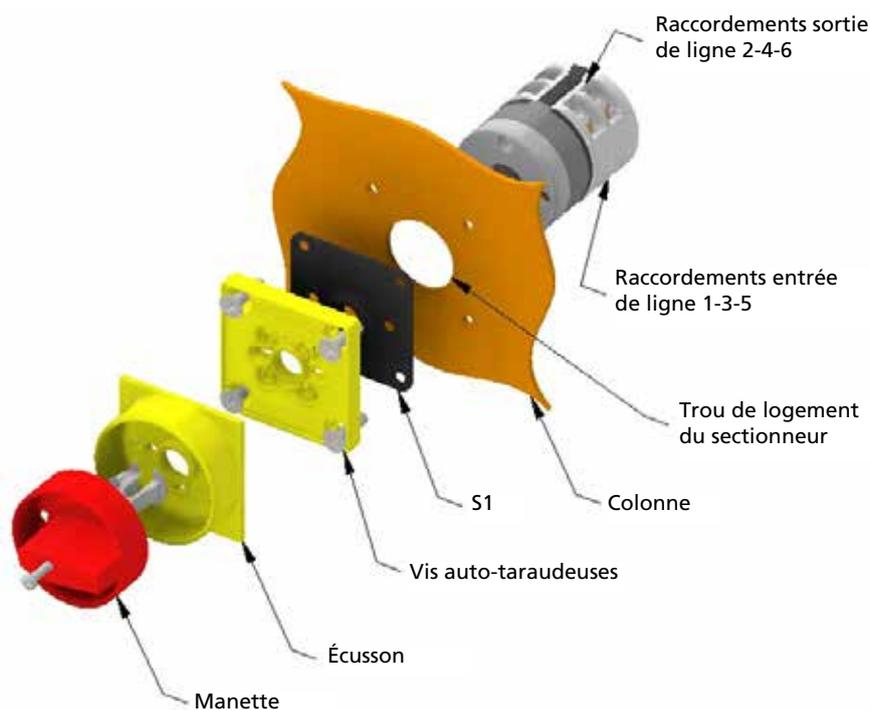

fig.58
5. Placez le sectionneur dans le perçage prévu sur la colonne en connectant les fils électriques, en terminant avec la plaque de montage et l'interrupteur rouge, comme illustré à la Figure 58
- Prévoir la mise à la terre de la potence à partir du point prévu (fig. 58).